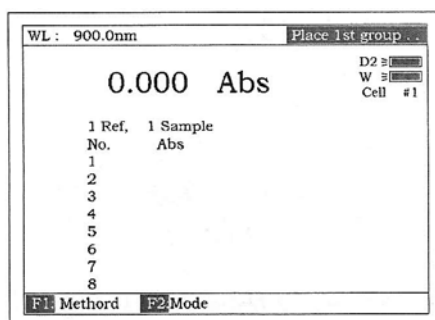
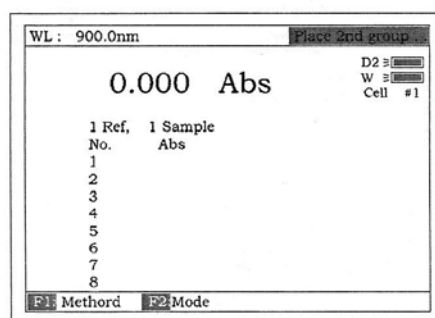

Fig 105
Fig 106
7. Presione **[START]**, la pantalla se mostrará como la Fig 105. “Place 1st group...” aparecerá en la línea tope del lado derecho. Presione **[0Abs/100%T]**. Las referencias son tomadas automáticamente y la pantalla cambia a Fig 106.